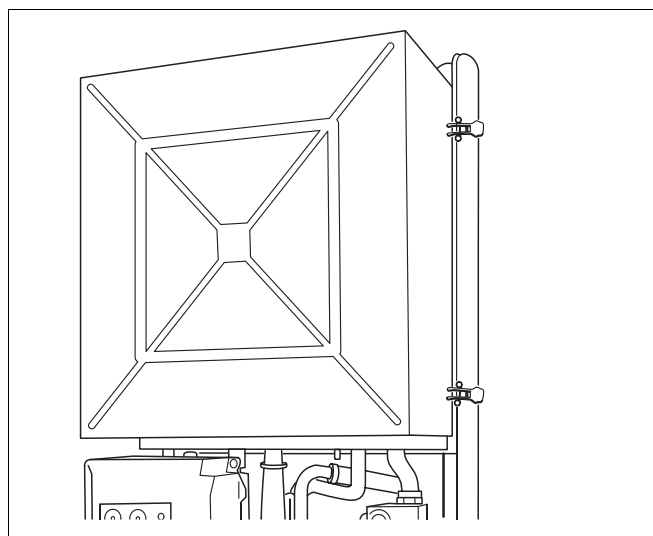

Abb. 54 Brennerabdeckung abnehmen
- Schnellverschlüsse (Abb. 54, Pos. 1) öffnen und Brennerabdeckung abnehmen.